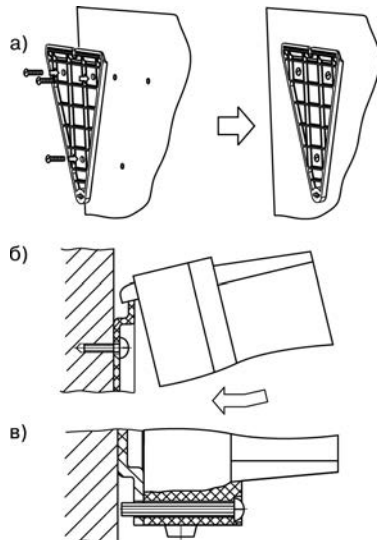

Рисунок 5.1 - Монтаж прибора настенного крепления
1. Закрепить кронштейн тремя винтами M4x20 на поверхности, предназначенной для установки прибора (см. Приложение А и рисунок 5.1, а).
2. Зацепить крепежный уголок на задней стенке прибора за верхнюю кромку кронштейна (рисунок 5.1, б)
3. Прикрепить прибор к кронштейну винтом M4x35 из комплекта поставки (рисунок 5.1, в).